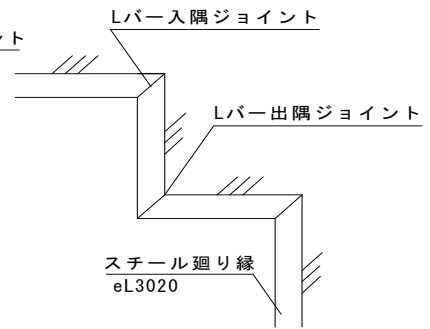

図2-5 廻り縁の出隅、入隅
- ⑦ 出隅、入隅はeLバーを45度で切断し、Lバー出隅ジョイント及びLバー入隅ジョイントを使用して接続します。（図2-5参照）